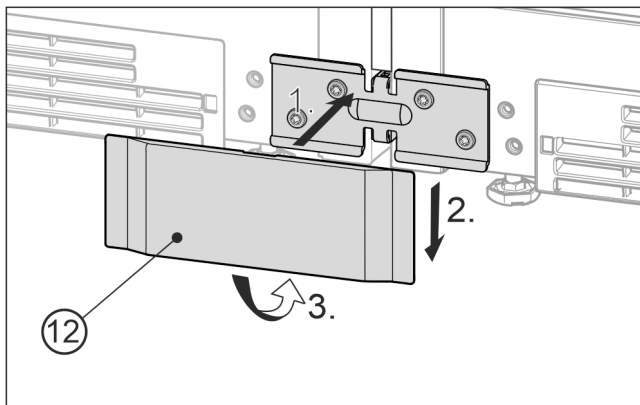

Fig. 25 Rappresentazione esemplificativa
- ▶ Applicare la copertura inferiore Fig. 25 (12) dal davanti sulla squadretta Fig. 25 (1), spingerla verso il basso Fig. 25 (2) e innestarla nella parte inferiore Fig. 25 (3).